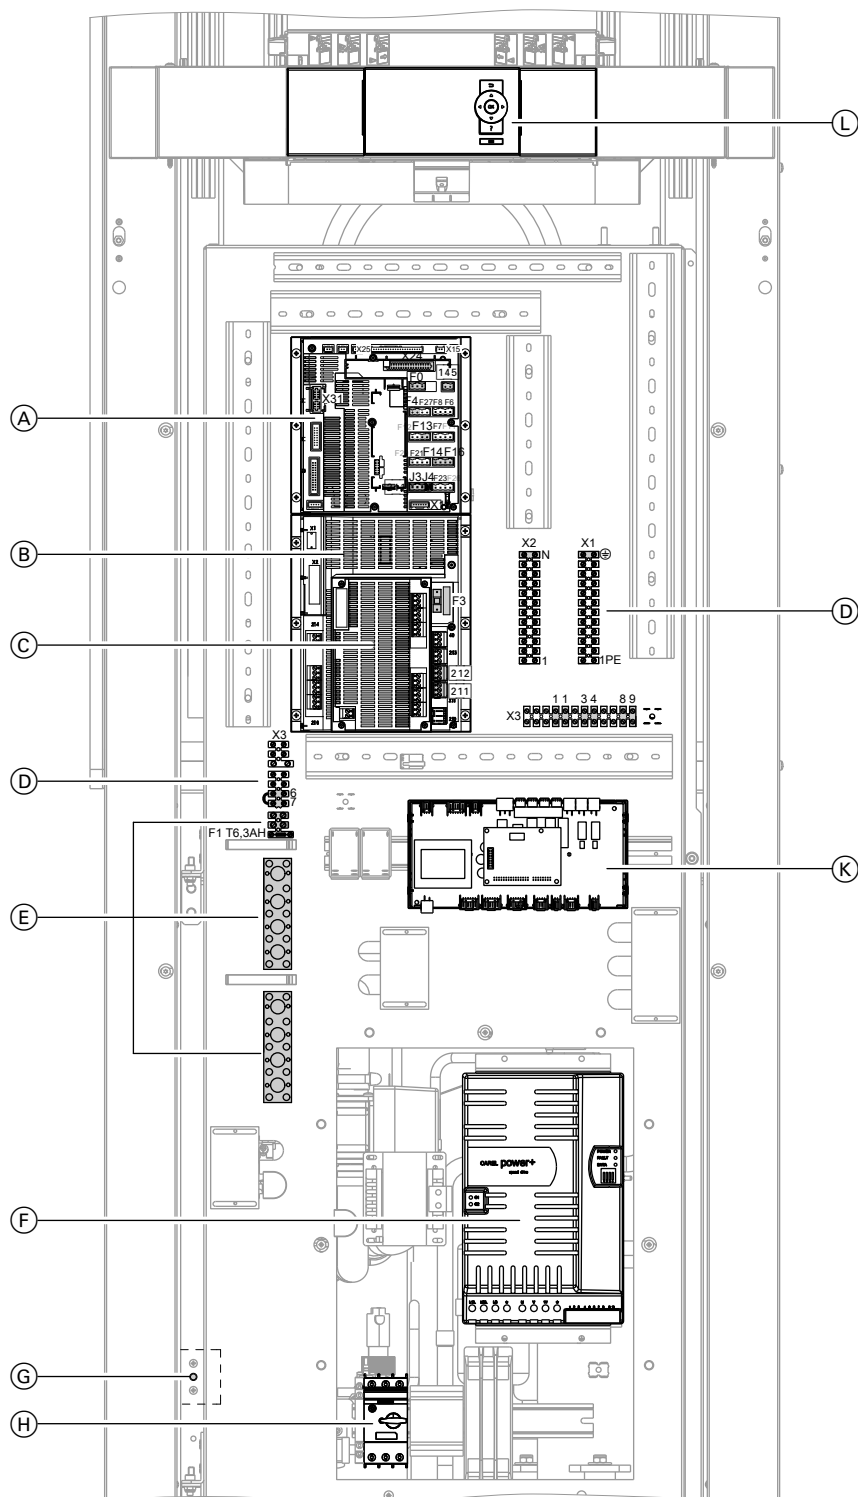

Abb. 44
- (A) Entriegelungstaste
Position der Entriegelungstaste an der Wärmepumpe: Siehe Abb. 44 auf Seite 59 (Position (G)).